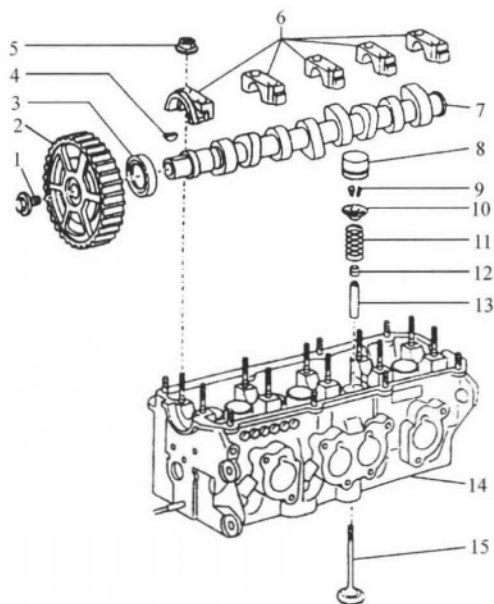

图 1-15 AJR 型发动机配汽机构零件分解图
(7) 分解发动机, 对照图 1-15, 找出学习工单表 3 所列标号的发动机零件并在表中填写其名称(或标号), 并写出该零件的作用。在已分解的发动机中查找到后在“认识”一栏中打“√”。